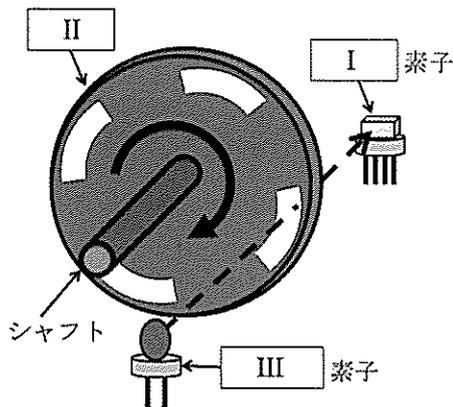

図1
(1)以下の文は、ロータリーエンコーダの原理を説明したものである。図1を参考にしながら、I-IIIの空欄に語群の単語を選択して埋めよ。